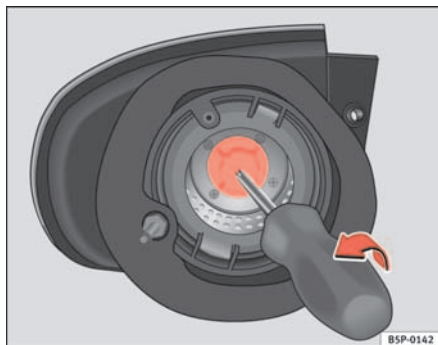

Fig. 184 Luz intermitente.
- Retirar o porta-lâmpadas do intermitente com a ajuda de uma chave de parafusos no sentido da seta (consultar ⇒ fig. 184)